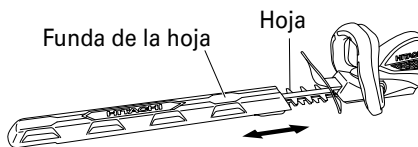

Fig. 6
3. **Funda de las hojas (Fig. 6)**